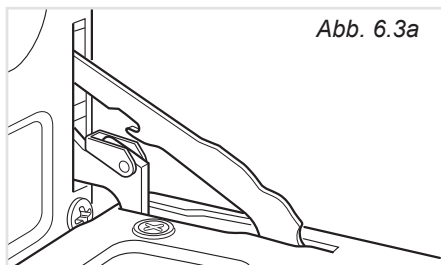

Abb. 6.3a
- Ofentür öffnen (Abb. 6.3a).
- Entriegeln Sie die Tür, indem Sie sie vollständig öffnen und die Haltebügel auf den linken und rechten Türarm schieben (Abb. 6.3a).